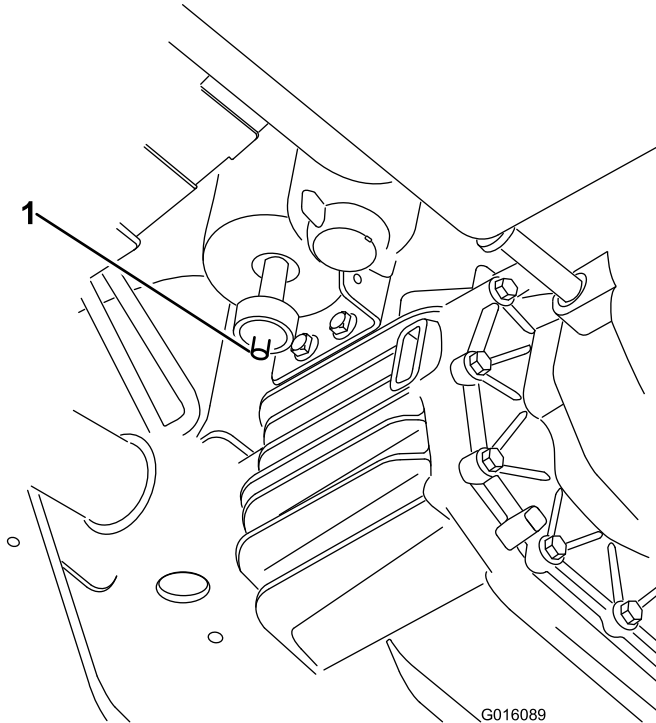

Figura 40
1. Localice el filtro de aire en la parte inferior del cartucho de carbón (Figura 40).